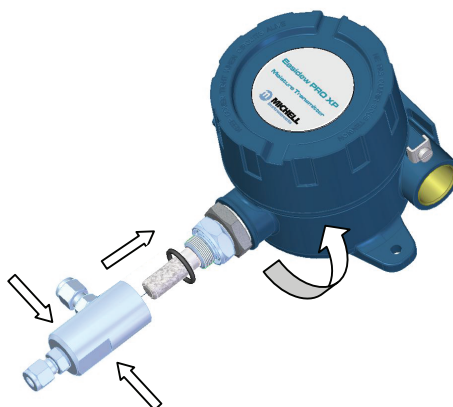

Figura 8 Montagem do Transmissor – Bloco de amostragem
2. Certifique-se de que o O-ring (veja Figura 8) está localizado corretamente sobre a ranhura do O-ring na conexão de processamento, e que não há contaminação ou sujeira sobre as superfícies expostas.